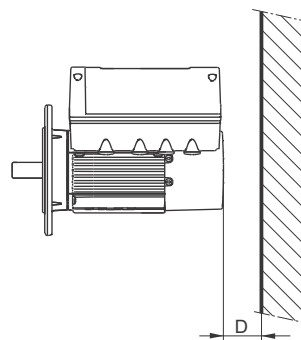

Рис. 1 Минимальное расстояние (D) от электродвигателя до стены или других неподвижных объектов
Для обеспечения достаточного охлаждения электродвигателя, расстояние (D) между торцом кожуха вентилятора и стеной или другими неподвижными объектами должно составлять минимум 50 мм вне зависимости от размера электродвигателя. См. рис. 1.